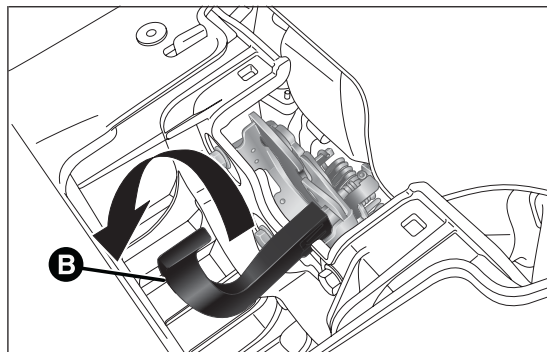

fig. 100
- ☐ azionare la leva B fig. 100 agendo nel senso indicato dalla freccia e sollevare il cofano.